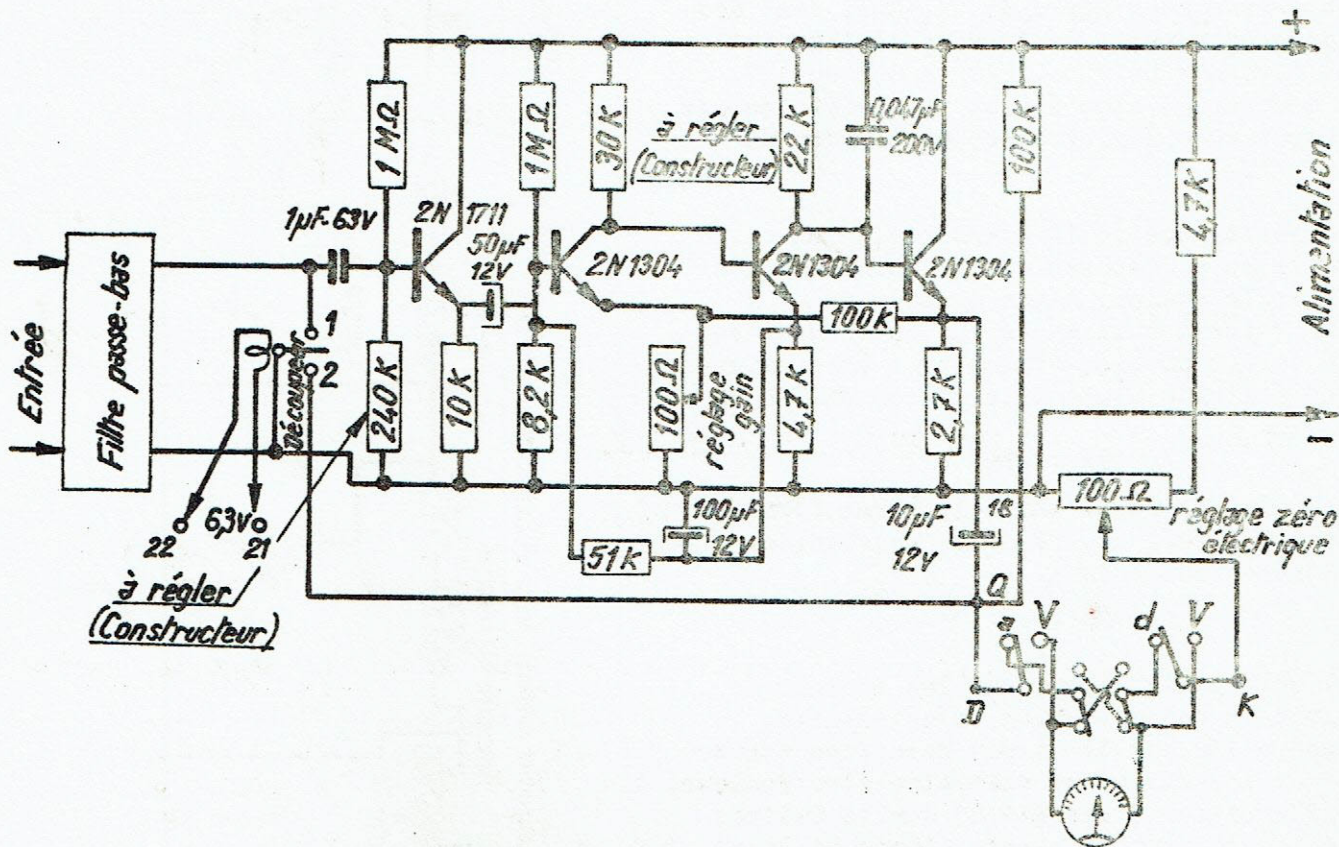

Fig.2.6 - Schéma de l'amplificateur de mesure
La position 0 met l'entrée du Kelvin-Varley en court-circuit. La tension d'attaque du voltmètre électronique différentiel étant nulle, on en profite pour le réglage du zéro électronique - (Voir amplificateur fig.2.6)
2.4 - AMPLIFICATEUR DE MESURE (fig.2.6)
En effet, (fig.2.6) lorsque la lame du découpeur est en 1, l'entrée est court-circuitée et la tension à mesurer n'est pas transmise à l'amplificateur.